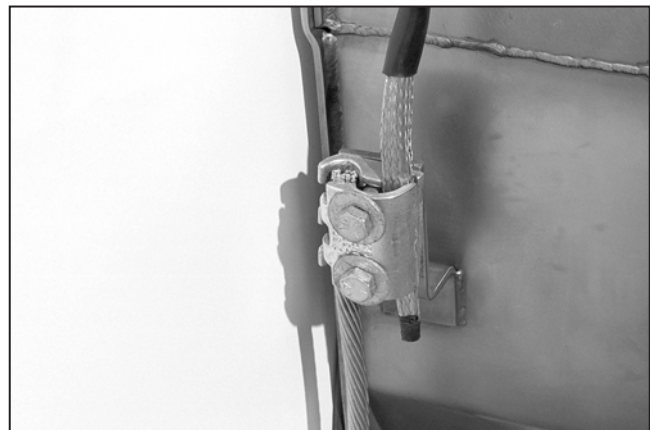

Figura 49. Conecte el cable blindado a la tierra del tanque.
PASO 2. Conecte el adaptador de conexión a tierra del tanque y el que está en el interior del gabinete a la instalación del sistema de tierras según las prácticas de conexión a tierra que acostumbre el usuario. Ver Figura 49. Utilice cables de un calibre equivalente a 4/0 (o cables de un calibre acorde a lo que acostumbre el usuario) ya sea en una conexión sencilla o múltiple para conocer la capacidad momentánea máxima del interruptor. En una conexión múltiple, no se deben utilizar cables de un calibre menor a 1/0.